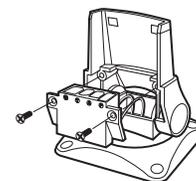

Figure 12
4. Placez le socle de connecteur en position et vissez-le au support de montage avec les deux vis #6-32 x 19 mm ( $\frac{3}{4}$  po) (Figure 12). Serrez à la main seulement !